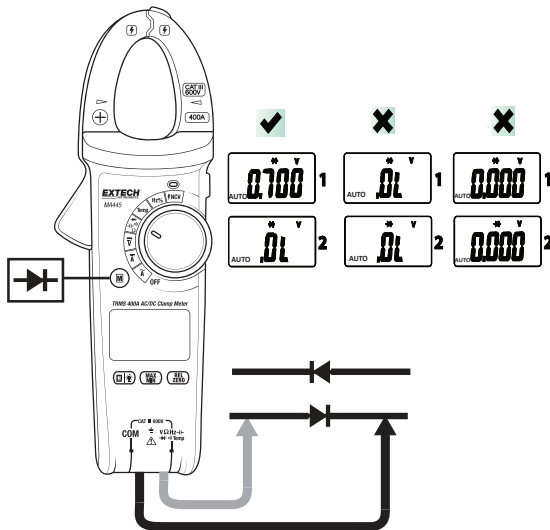

Abb. 10 – Prüfen von Dioden
3. Stecken Sie den schwarzen Bananenstecker der Prüflleitung in die negative (COM) Buchse und den roten Bananenstecker der Prüflleitung in die positive (V) Buchse. Siehe Abb. 10.